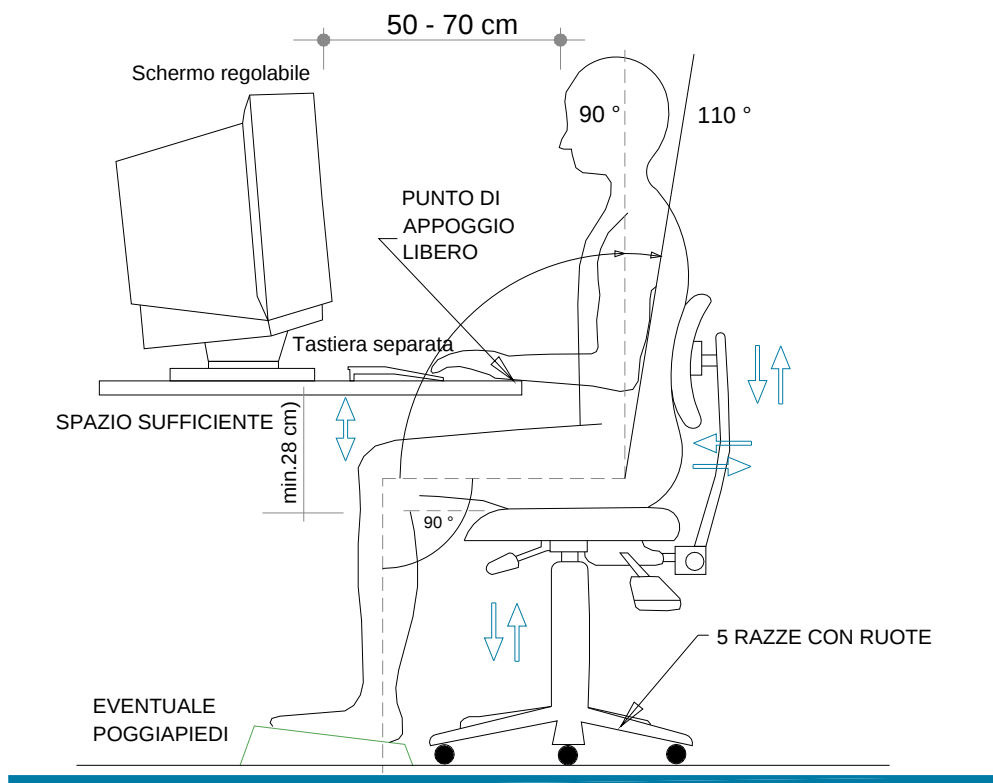

Figura 1 – POSTO DI LAVORO
- o Con gli schermi comunemente in uso è consigliabile una distanza visiva compresa tra 50 e 70 cm (vedi figura 1). Per gli schermi molto grandi, è consigliabile una distanza maggiore.